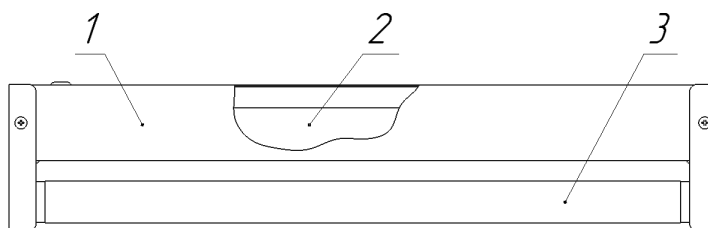

Рис. 1 Общий вид открытого облучателя
4.1.2 Облучатель (рис. 1) состоит из корпуса 1, в котором размещена пускорегулирующая аппаратура 2. На корпусе имеются отверстия для крепления на опорную поверхность.